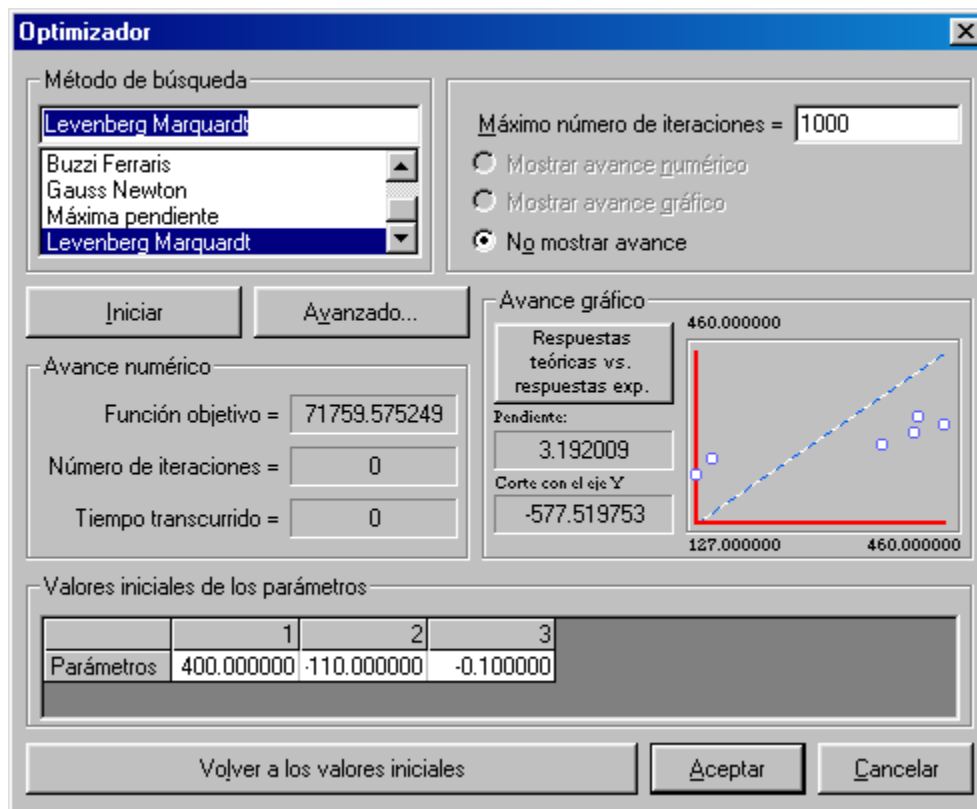
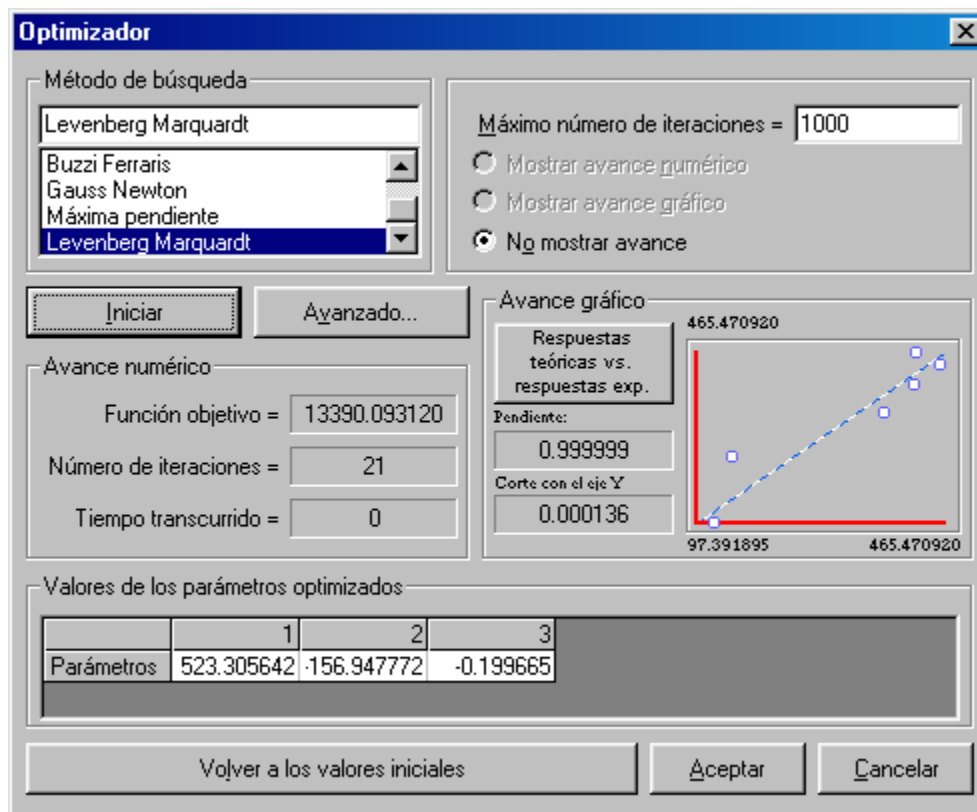

Figura A.5. El cuadro de diálogo inicial Optimizador.
Figura A.6. El cuadro de diálogo final Optimizador.
15. Ahora si que estamos listos para comenzar a aplicar algún proceso de optimización. Seleccione nuevamente la opción **Métodos** de la barra de menú, y seguidamente accione el elemento **Optimizador**, esto provocará que se despliegue el cuadro de diálogo **Optimizador** como se muestra en la figura A.5.
La opción **Método de búsqueda** que aparece por defecto es **Levenberg Marquardt**, deje todas estas opciones como se encuentran inicialmente para el caso de este ejemplo y presione el botón **Iniciar**. El cuadro de diálogo que se muestra en la figura A.5 cambiará entonces a como se muestra en la figura A.6.